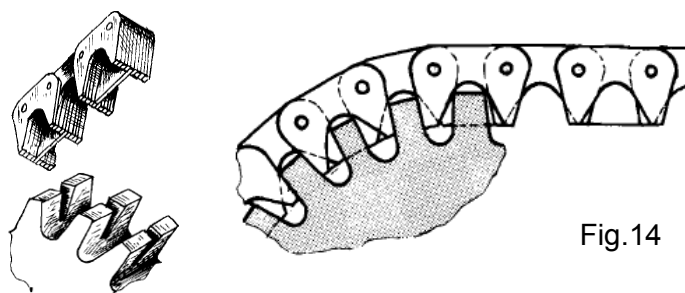

Fig.14
- Sont essentiellement utilisées aux " basses " vitesses ; [moins de 13 m/s pour les chaîne à rouleaux (Fig.12), et moins de 20 m/s pour les chaînes silencieuses (Fig.14)]